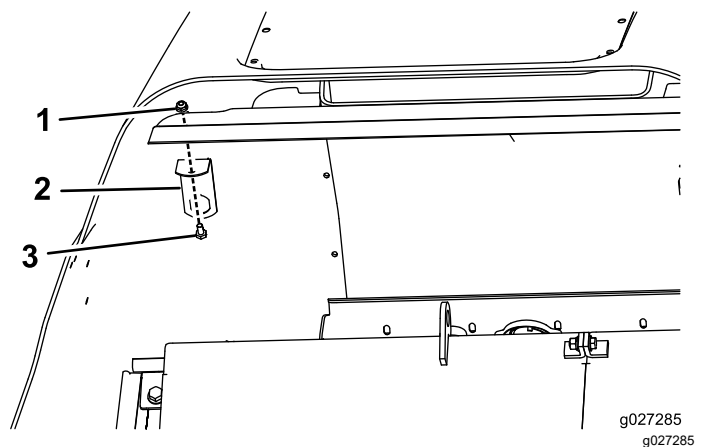

Bild 3
4. Montieren Sie die Riegelstütze, wie in **Bild 3** abgebildet.
9. Befestigen Sie die Riegelstütze am Rahmen (Bild 3).